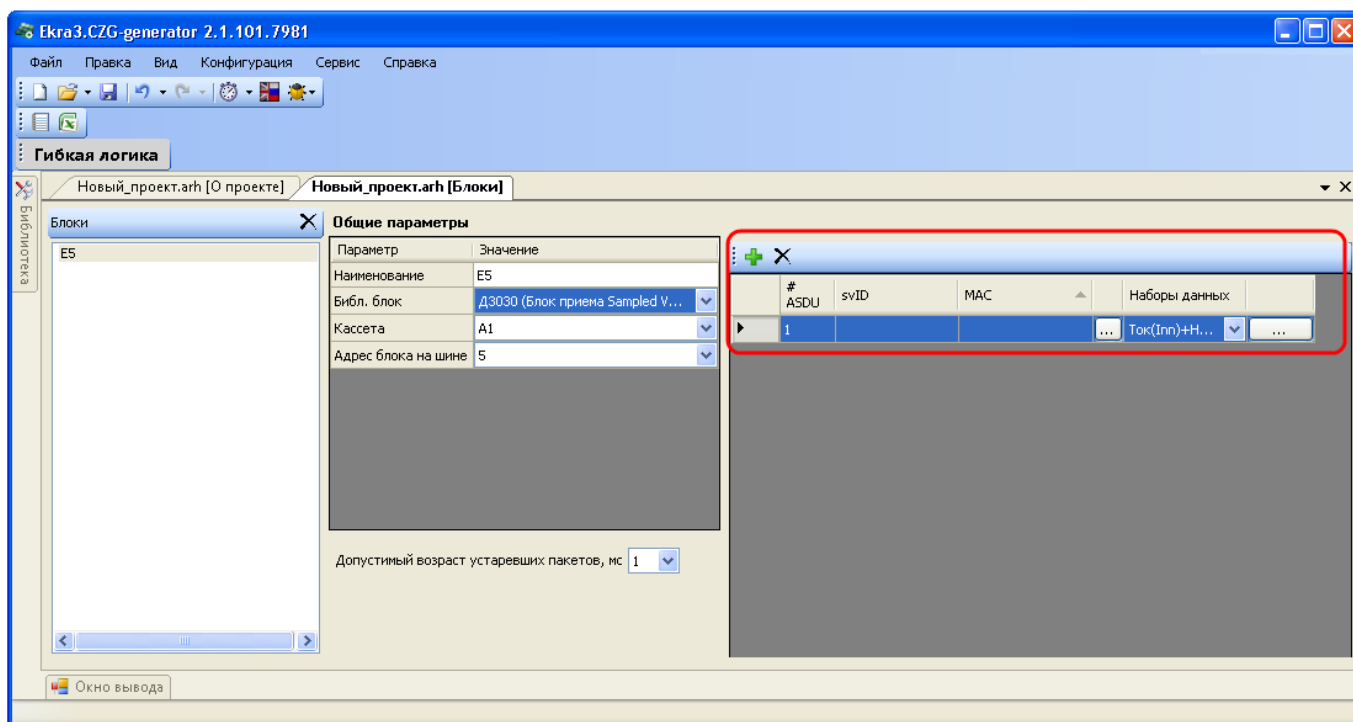

Рисунок 3.20
3.4.1.3.8 Блок приема Sampled Values (см. рисунок 3.20)